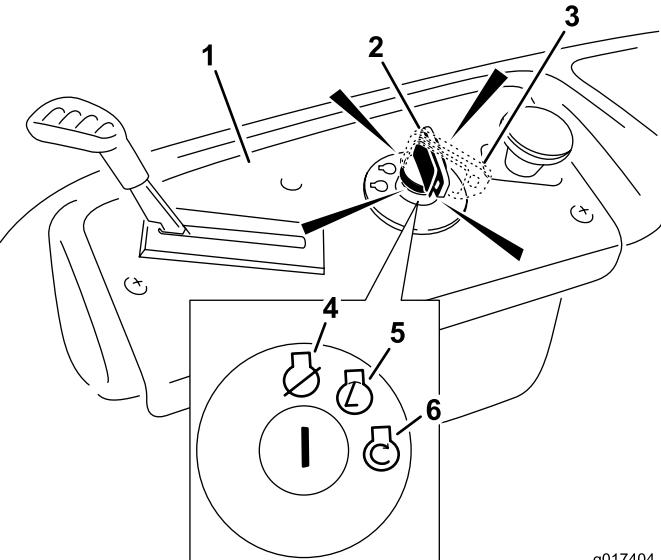

Figura 13
- Girate la chiave di accensione in posizione Start per attivare il motorino di avviamento; Rilasciatela quando il motore si accende (Figura 13).
- Girate la chiave di accensione in posizione Off (Figura 13) e toglietela.